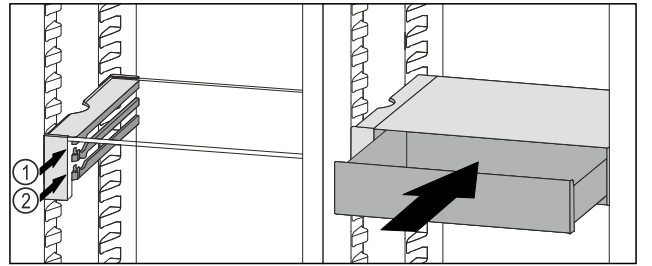

Fig. 149
- VarioSafe çekmecesini durdurucuların arkasında istediğiniz kademe çıkıntısı Fig. 149 (1) veya Fig. 149 (2) üzerine yerleştirin.